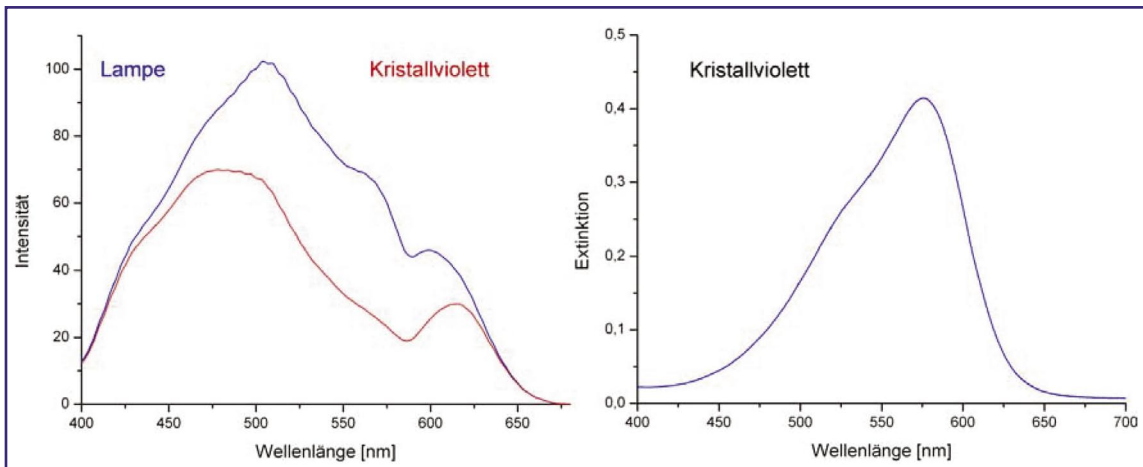

Abbildung 6: Transmissionsspektrum der Lampe und Kristallviolett (links), Spektrum von Kristallviolett (rechts)
3. Die Extinktionskurve wird erstellt, indem bei jedem Messwert durch das Lambert-Beer-Gesetz die Extinktion aus der gespeicherten Lampenhelligkeit (I_0) und der Intensität mit Kristallviolettlösung (I) berechnet wird (Abbildung 6).